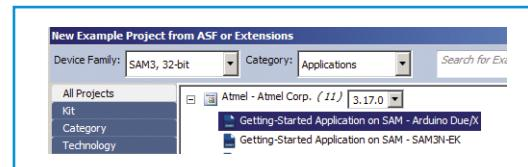

Figure 13.
*Application on SAM - Arduino Due/X* (**fig. 13**). Le nom du projet ainsi que l'emplacement mémoire peuvent être modifiés dans le bas de la fenêtre. Laissez tel quel le nom par défaut, et saisissez le chemin d'accès *D:\ATMEL ICE* dans la zone de texte *Location*. Acceptez les termes de la licence